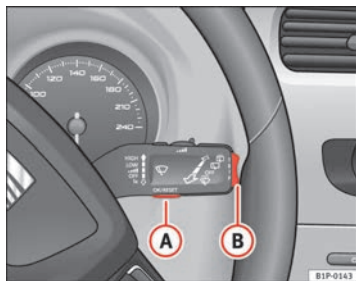
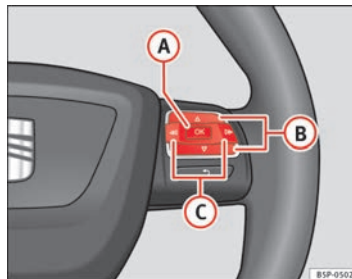

Fig. 43 Manípulo do limpa-vidros: botão A para confirmar opções do menu e botão basculante B para mudar de menu
Fig. 44 Comandos no volante: botão A para confirmar opções do menu e botão B para mudar de menu
- Para aceder ao menu «Configuração», premir o botão **(C)** ⇒ **página 68, fig. 44** até visualizar o menu no visor. Já está dentro deste menu.
- Para mudar de uma memória para a outra, premir brevemente o botão **A** ⇒ **página 68, fig. 43** ⇒ página 68 do manípulo do limpa-vidros ou o botão **OK** do volante multifunções ⇒ **página 68, fig. 44** ⇒ página 68 com a ignição ligada. ▶
No indicador multifunções pode consultar os seguintes dados accionando o botão basculante **(B)** ⇒ **página 68, fig. 43** ⇒ página 68 do manípulo do limpa-vidros ou premindo o botão **(A)** ou **(V)** ⇒ **página 68, fig. 44** do volante multifunções*.